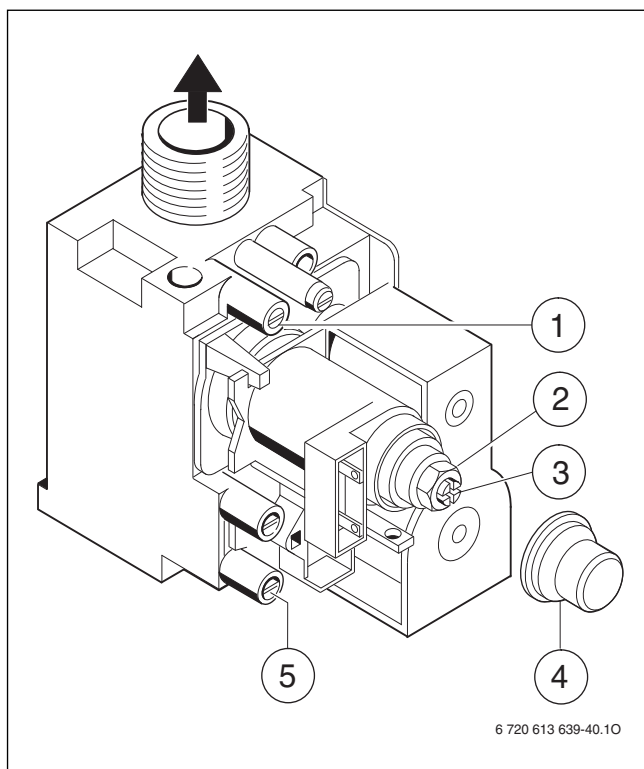

Fig. 31 Vană de gaz
- ▶ Desfaceți șurubul de etanșeitate la punctul de măsurare pentru presiunea înaintea duzei (→ fig. 31, [1]) și racordați manometrul cu tub U.
- ▶ Înlăturați capacul (→ fig. 31, [4]).
- ▶ Consultați tabelul de la pagina 35 pentru presiunea „maximă” înaintea duzei. Setați presiunea înaintea duzei din șurubul de reglaj pentru cantitatea maximă de gaze (→ fig. 31, [2]). Rotire spre dreapta - cantitate mai mare de gaze, rotire spre stânga - cantitate mai mică de gaze.
- ▶ Presiunea înaintea duzei indicată pentru „min” (mbar) se găsește în tabelul de la pagina 35. Setați presiunea înaintea duzei din șurubul de reglaj pentru cantitatea minimă de gaze (→ fig. 31, [3]).
- ▶ Desfaceți presgarnitura de la orificiul de măsurare a presiunii de curgere a gazelor prin racord (→ fig. 31, [5]) și racordați aparatul de măsurat presiunea.